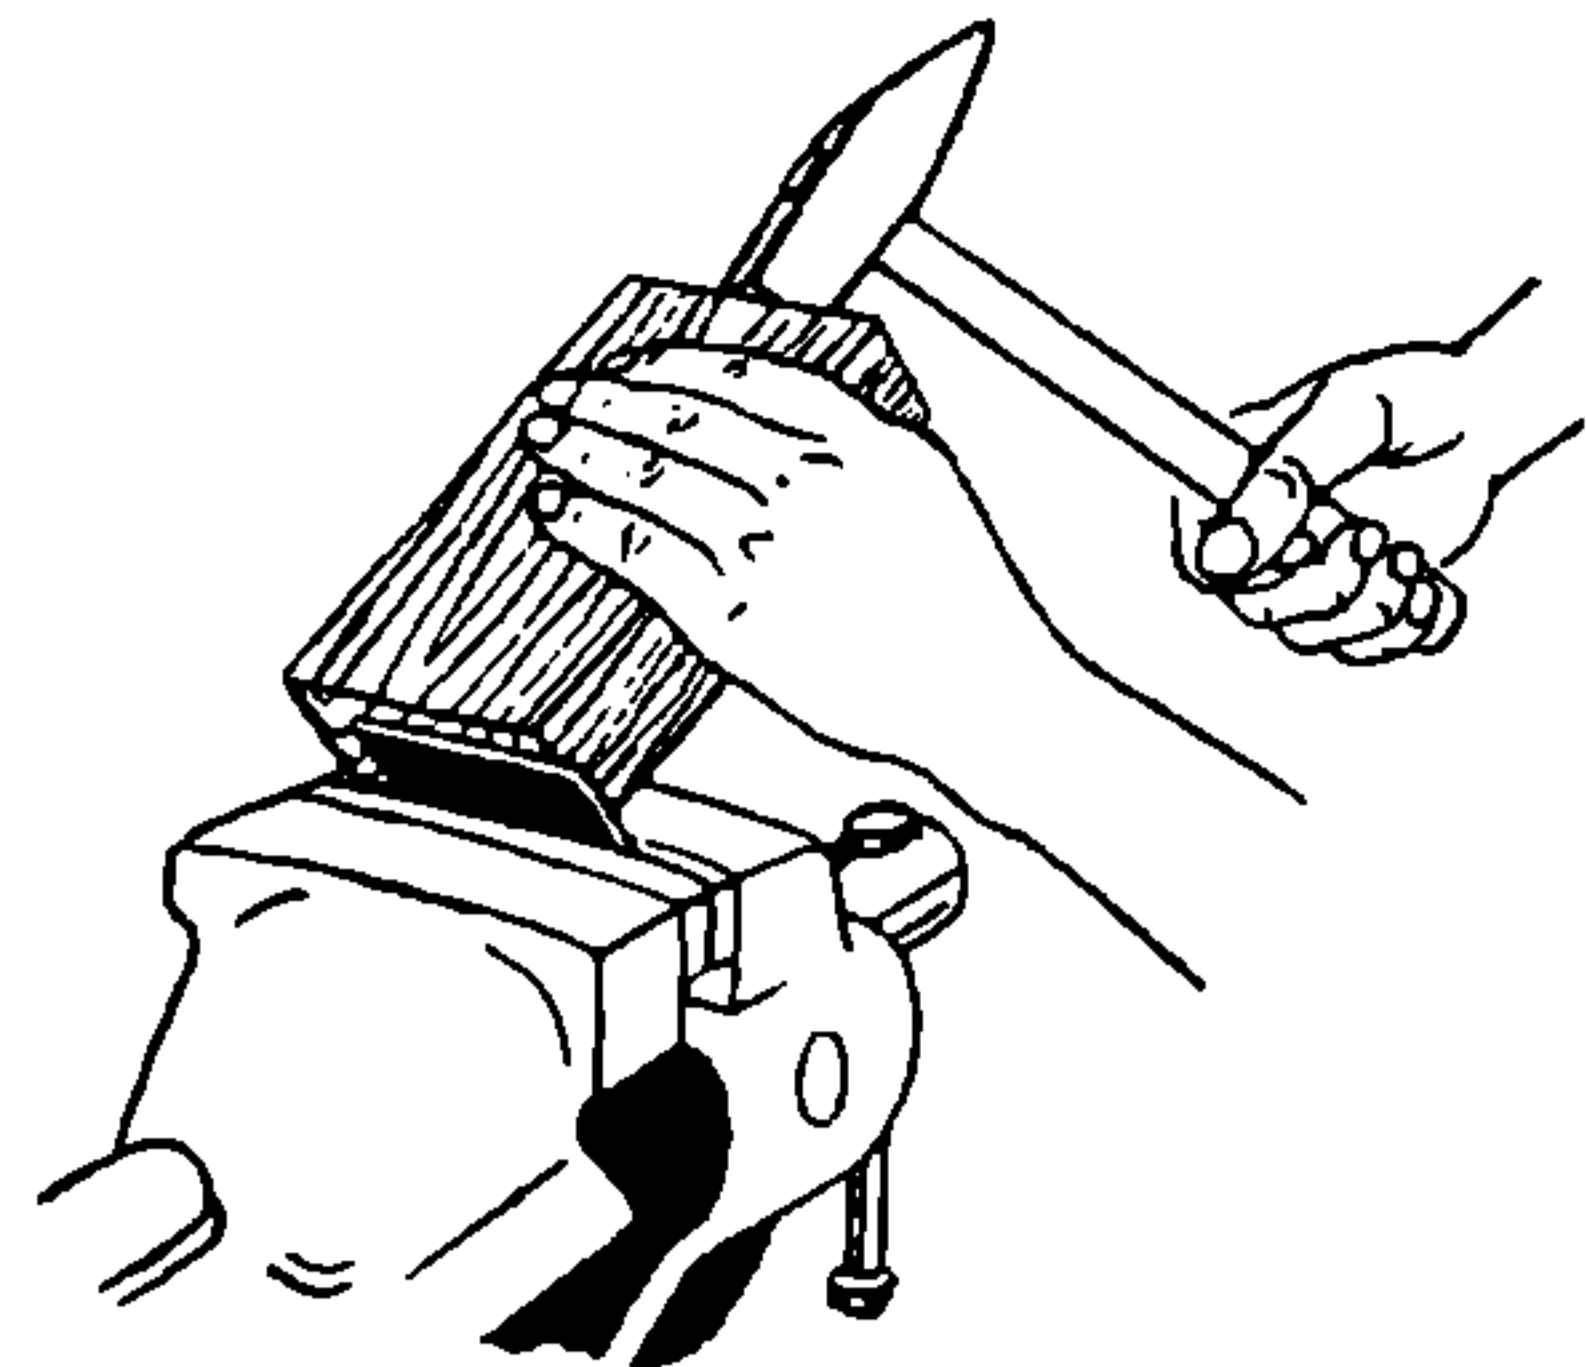
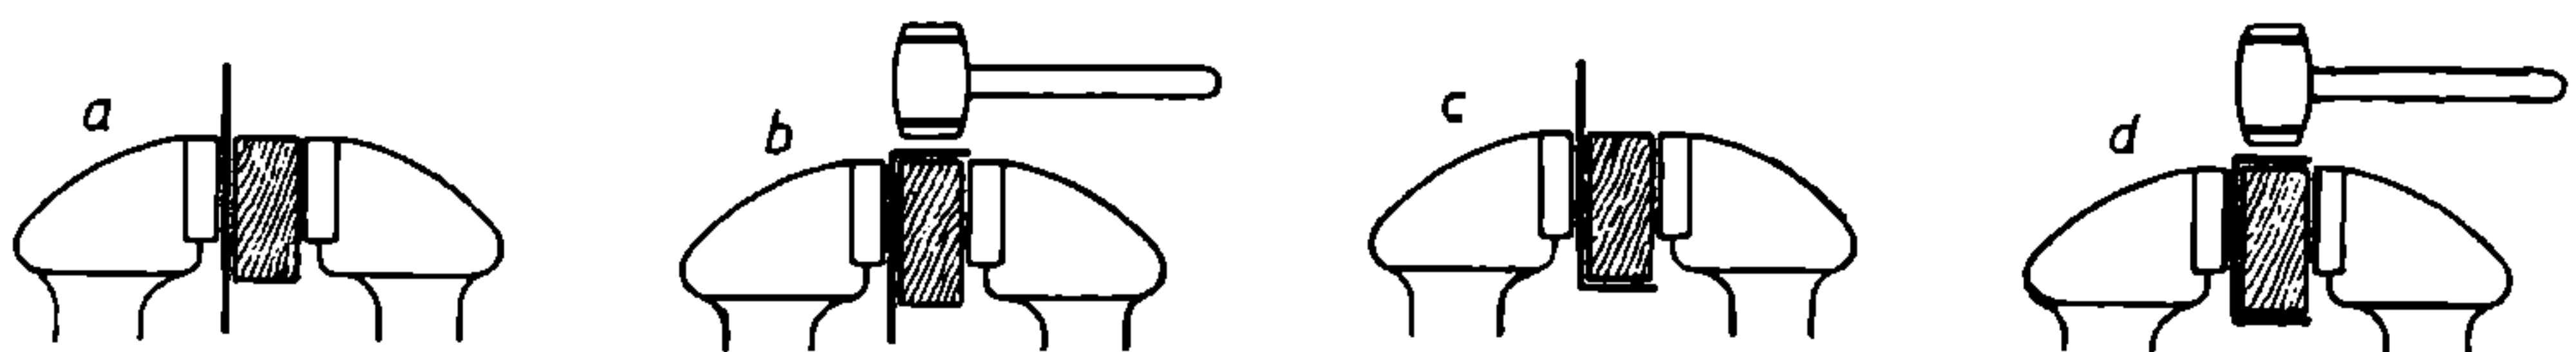

Bild 14
Bild 15 Arbeitsgänge beim Biegen eines U-Profiles
11. Warum muß für die Biegearbeit in Bild 14 eine Beilage und für die Biegearbeit in Bild 15 ein Holzklotz verwendet werden?